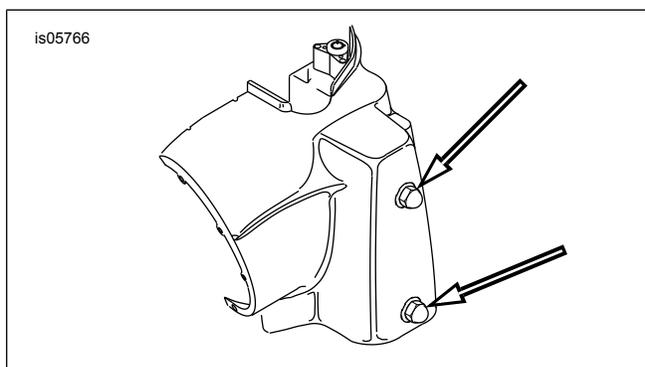

Figura 9. Sujetadores de la nacela del faro (modelos FLHR)
3. Ver Figura 9. Afloja las dos tuercas ciegas que aseguran la mitad izquierda de la nacela (ver flechas). Repite el proceso en la mitad derecha de la nacela.